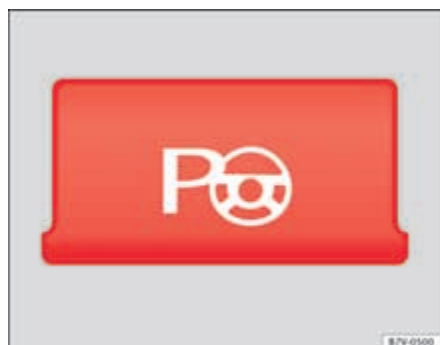

Fig. 152 Detalle de la consola central: tecla para conectar manualmente el sistema de asistencia al volante para aparcarse.
- **En aparcamientos paralelos a la calzada:** pulse la tecla a una velocidad de hasta 50 km/h **una vez**. Cuando la función está activa, se enciende el testigo de la tecla ⇒ fig. 152.
- **En aparcamientos perpendiculares a la calzada:** pulse la tecla a una velocidad de hasta 50 km/h **dos veces**. Cuando la función está activa, se enciende el testigo de la tecla ⇒ fig. 152.
- Pulse la tecla . Cuando la función está activa, se enciende el testigo de la tecla ⇒ página 241, fig. 152.